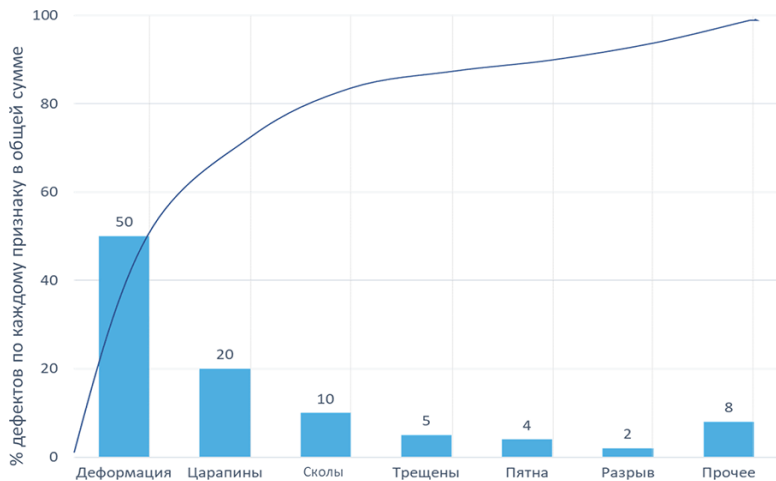

Рисунок 28 – Накопительный итог (правило Парето)
7. Вычисляется и отображается на диаграмме линия суммарных значений (например, накопленных процентов) (см. Рисунок 28).